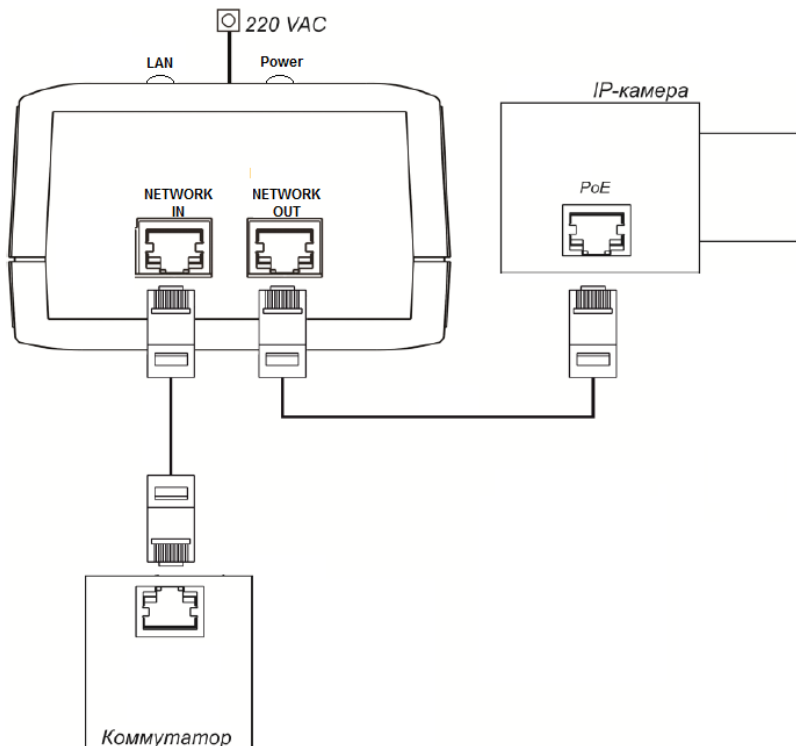

Рисунок 2 – схема подключения
- Подключите коммутатор (hub/switch) стандартным сетевым кабелем к разъему «NETWORK IN» инжектора. (см. рисунок 2)